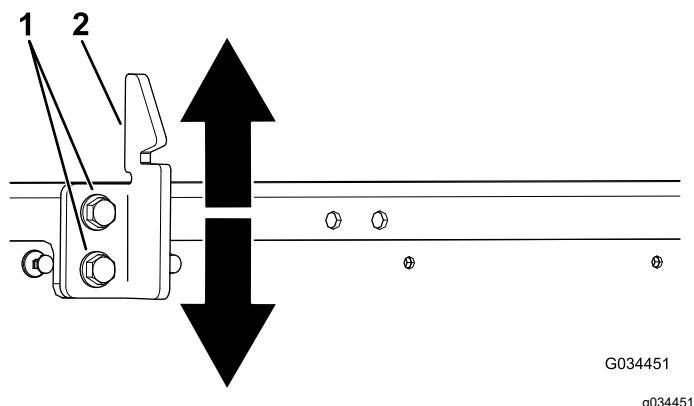

Figura 68
3. Desaperte os dois parafusos na régua do trinco da plataforma e mova a régua para cima ou para baixo, dependendo se a régua está muito alta ou muito baixa (Figura 68).
4. Aperte os dois parafusos na régua do trinco da plataforma (Figura 68).